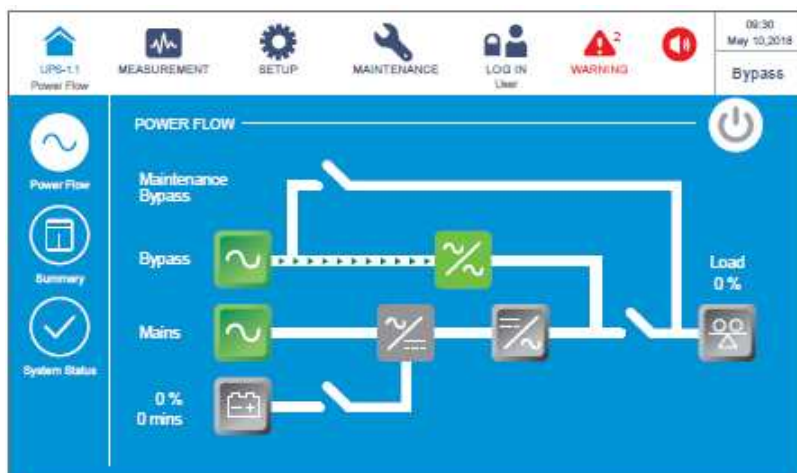

Рисунок 6-69: Экран байпасного режима
- 3 После выбора **YES** (ДА) ИБП прекратит внутреннее тестирование без нагрузки и перейдет в байпасный режим. В этот момент трехцветный светодиодный индикатор горит желтым и появляется следующий экран (**Рисунок 6-69**). Расположение трехцветного светодиодного индикатора см. на **Рисунке 2-12**.